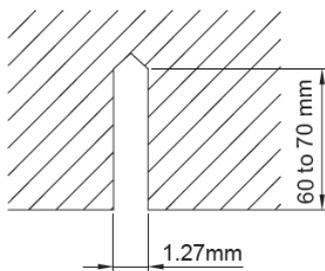

Fig.6
- (2). Montera bultarna i tak, på en plats som håller för att hänga upp aggregatet. Markera läge för bultarna med pappersmallen. Borra hålen med 12,7 mm borr (1/2") (Fig. 6).